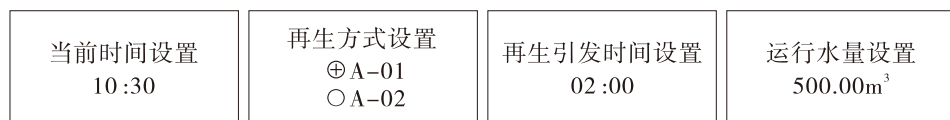

图48
b) 再生方式设置，适用于浮动床流量型，如图48所示。A-01，流量延滞型；A-02，流量即时型。